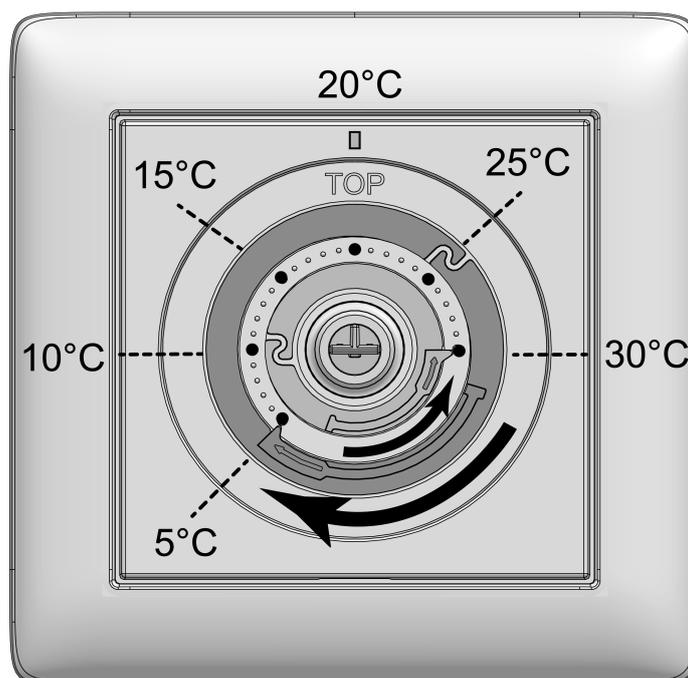

Figura 4: Anelli di regolazione per la limitazione della temperatura
Nella posizione centrale, il dispositivo regola a ca. 20 °C la temperatura nominale. La temperatura ambiente così raggiunta dipende dal luogo di installazione del dispositivo e dalle condizioni ambientali. La temperatura nominale minima è pari a ca. 5 °C e la temperatura nominale massima di ca. 30 °C (Vedi figura 4).
- Estrarre il pulsante di comando (5) dalla piastra centrale (4) in modo che gli anelli di impostazione (7) siano visibili (Vedi figura 4). I valori di temperatura raffigurati nell'immagine servono per l'orientamento.